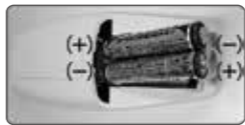

図2
- 新品の単4形乾電池を2個(アルカリ電池推奨)極性を確認して装着します。(図2参照)